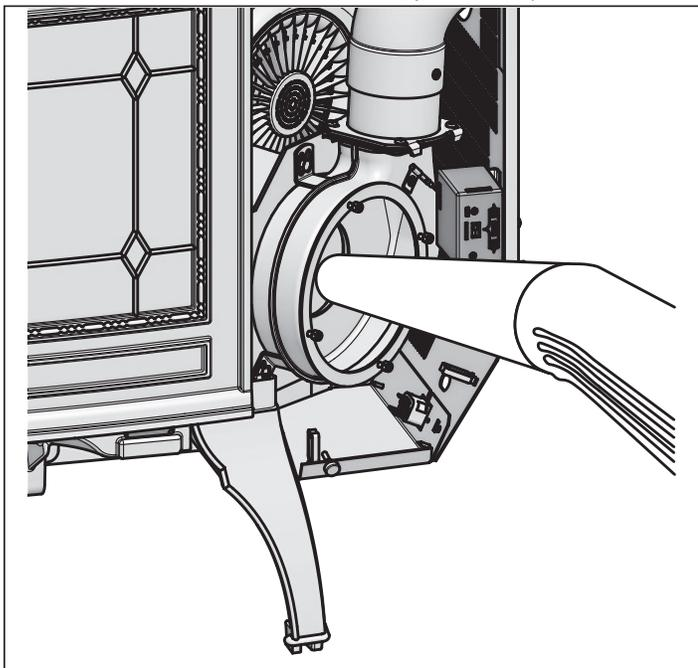

Figure 25.1
- d. Passez l'aspirateur dans le trajet de sortie des gaz et le boîtier Figure 25.1